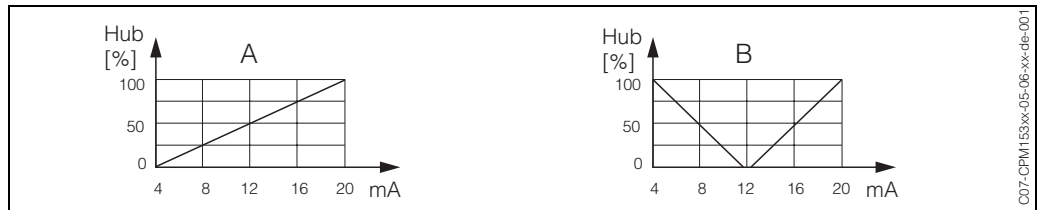

Abb. 25: A: Hubdiagramm für ein Stellventil
- Bei einem zweiseitigen Prozess wird der gesamte Stellgrößenbereich von -100% ... +100% auf den angegebenen Strombereich abgebildet. Eine Stellgröße von 0% führt damit zu einem Strom von 10 mA (bei 0 ... 20 mA) oder 12 mA (bei 4 .. 20 mA) (siehe Abb. 25).